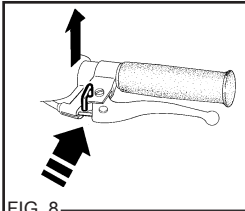

FIG. 8
- Desbloquear o travão de estacionamento (fig. 8)